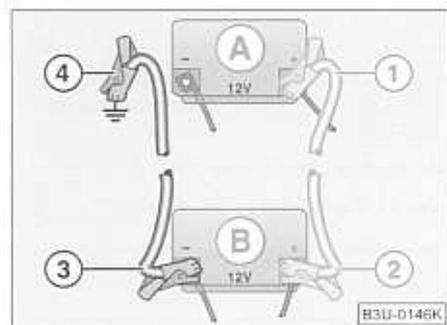

Fig. 147 Ayuda de arranque con la batería de otro vehículo: A - Batería descargada del vehículo, B - Batería auxiliar
- Fije un extremo al polo positivo ① ⇒ fig. 147 de la batería descargada (A).
- Fije el otro extremo al polo positivo ② de la batería auxiliar (B).